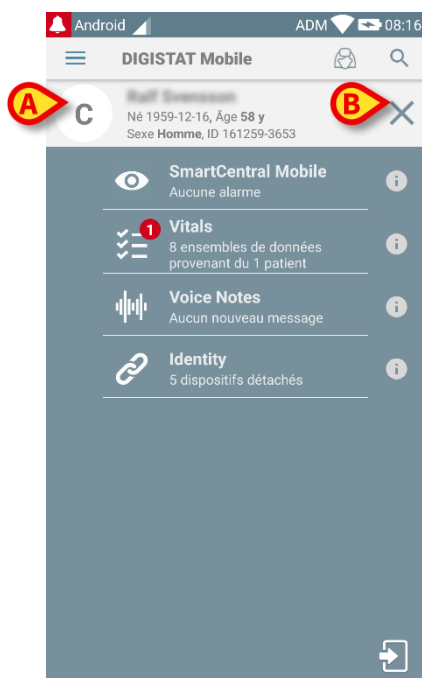

Fig 37
- Taper sur **Ok** pour confirmer. Ainsi, le patient sera sélectionné (Fig 37).
Les données du patient sont en haut de la page (Fig 37 **A**). Toutes les données dans tous les modules DIGISTAT® Mobile sont maintenant filtrées par patient (à savoir toutes les alarmes/notifications mais uniquement les alarmes/notifications des patients sélectionnés s'affichent).
- Taper sur la croix indiquée sur la Fig 37 **B** pour désélectionner le patient et revenir en mode "Tous les Patients".
Ainsi, le patient sera sélectionné. L'écran illustré sur la Fig 37 (exemple) sera affiché.
Ainsi, le patient sera sélectionné. L'écran illustré sur la Fig 37 sera affiché.